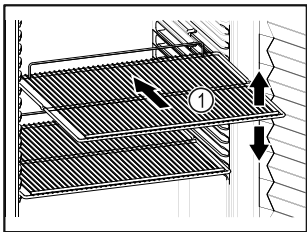

Fig. 84 Beispielhafte Darstellung
- Wenn Abstellroste Fig. 84 (1) versetzbar sind, je nach Höhe anpassen.